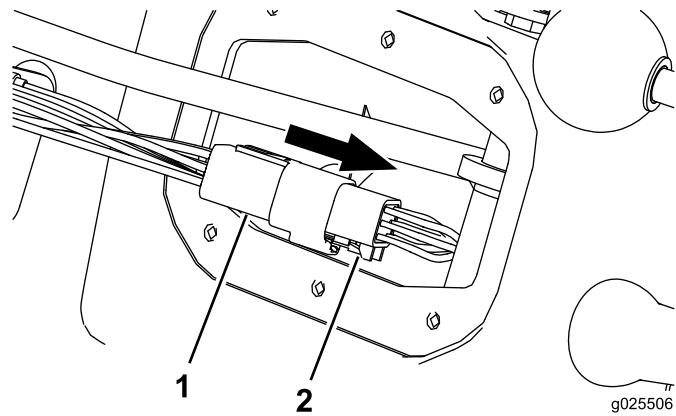

Bild 12
1. Ziehen Sie den Ganganzeigeanchluss vom Kabelbaum des Fahrzeugs ab (Bild 12).